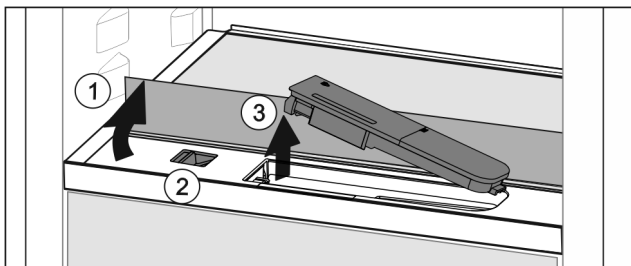

Fig. 120
- ▶ Підняти скляну панель і відкинути до упору назад Fig. 120 (1).
- ▶ Посуньте повзунок Fig. 120 (2) уліво.
- ▶ Вийняти бак для води Fig. 120 (3).